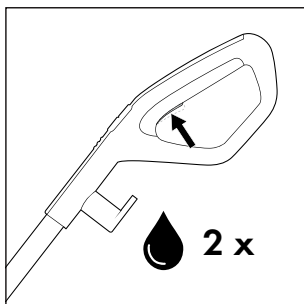
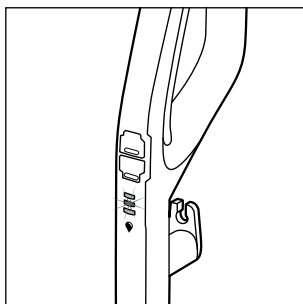

Fig. 18
Fig. 19
- ♦ Antes de cada utilização, prima duas vezes momentaneamente o botão solução detergente **15**, para ativar a função de pulverização contínua e preparar o rolo de escova **6** com solução detergente (ver fig. 18). O indicador de solução detergente  **12** pisca alternadamente com a cor azul, quando a função de pulverização contínua estiver ativada ou o botão solução detergente **15** for mantido pressionado (ver fig. 19).